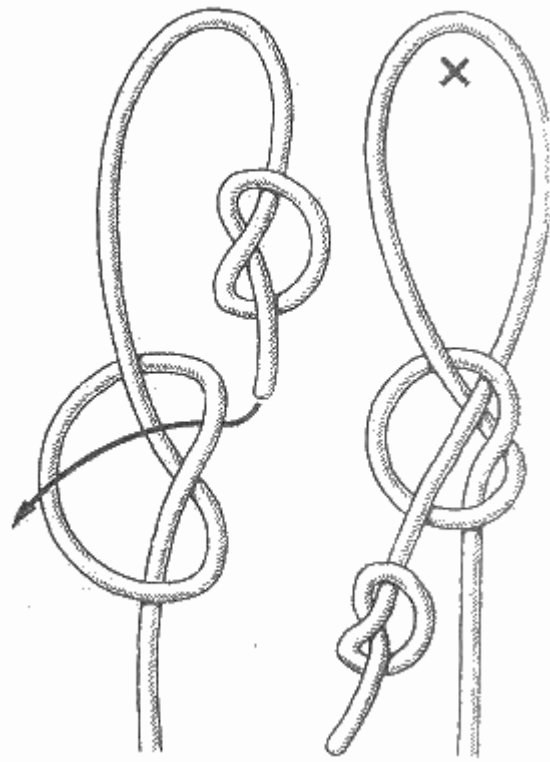

Рис. 69. "Хонда"
**"Хонда"** (рис. 69). Археологические находки свидетельствуют, что этот способ завязывания петли один из древнейших. Еще задолго до нашей эры люди на разных континентах Земли таким способом прикрепляли тетиву к луку.